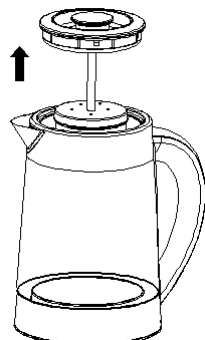

Fig. 6
1. Para hervir el agua, presione el botón de apertura de la tapa se muestra en la Fig. 6; la tapa se abrirá y entonces puede quitarla. Si va a hacer té, puede sacar directamente la tapa (que se muestra en la Fig. 7) para colocar el té en la bolsa de té y luego añadir el agua adecuada para el nivel entre los valores MIN y MAX mostrado por el medidor de agua del hervidor.